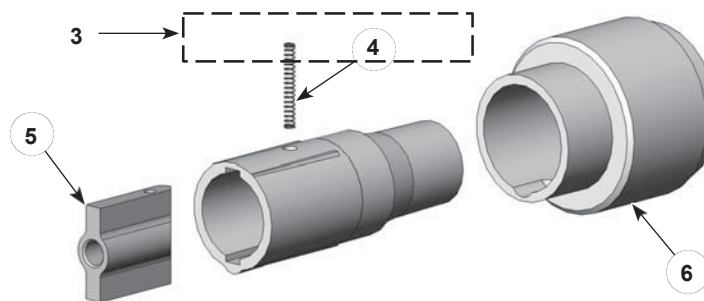

Figura 23 SD Conjunto de soporte del electrodo
C. Consulte la figura 23 y la lista de piezas para obtener las piezas de reparación del kit opcional del conjunto de soporte del electrodo SD.